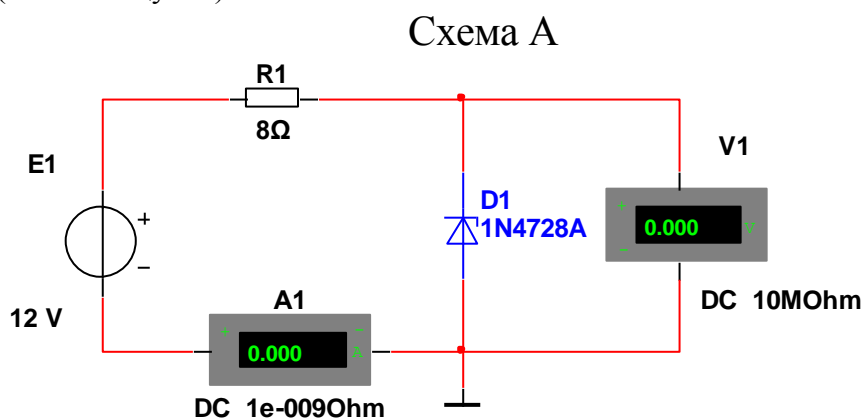

Рисунок 3.1 – Принципиальная схема исследования ВАХ стабилитрона
3.2 Активировать программу Stab (Схема А, рисунок 3.1) и изменяя напряжение источника питания E1 получить ВАХ выбранного стабилитрона (последняя цифра в обозначении диода соответствует порядковому номеру фамилии студента по групповому журналу). Результаты занести в таблицу 3.1.